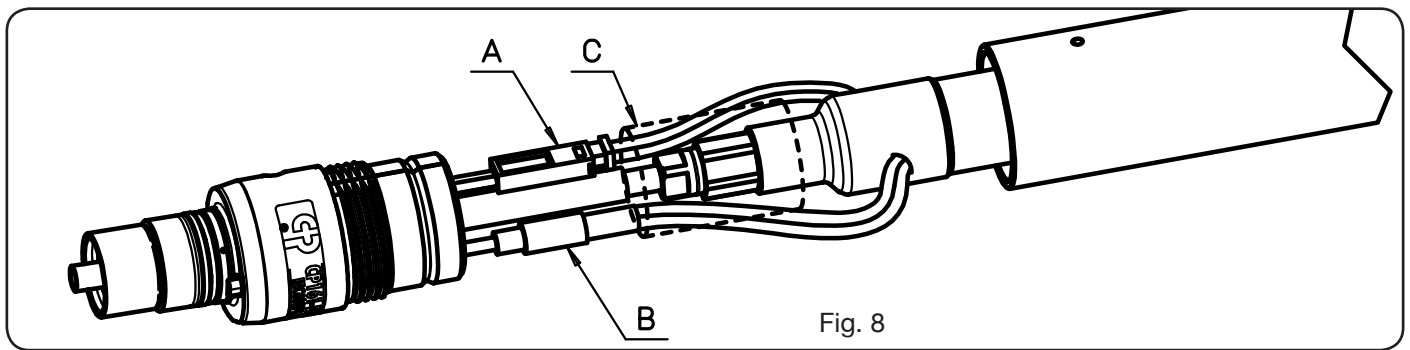

Fig. 8
- Desenroscar el tornillo sin cabeza **G** y a continuación el mango **M**, tirándolo hacia atrás hasta dejar a la vista todos los cables (véase Fig. 8).
- Desenroskar el tornillo sin cabeza **G** y, a continuación, el mango **M**, tirándolo hacia atrás hasta mostrar todos los cables (véase Fig. 8);